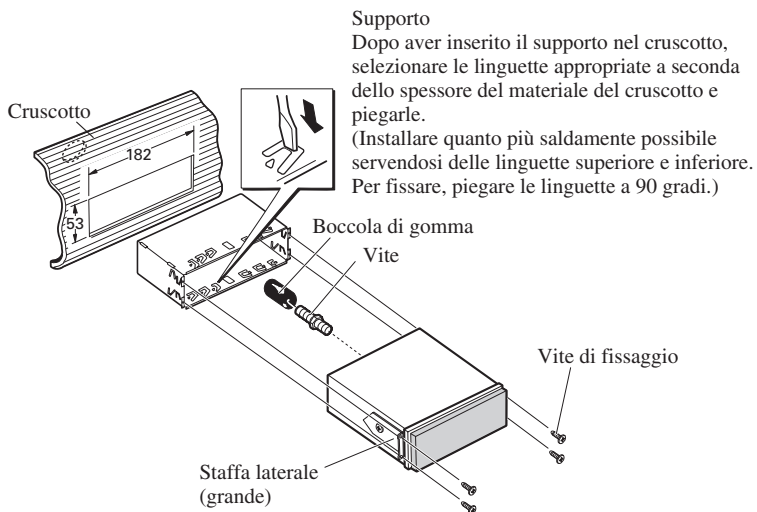

Fig. 11
3. Fissaggio dell'unità. (Fig. 11)